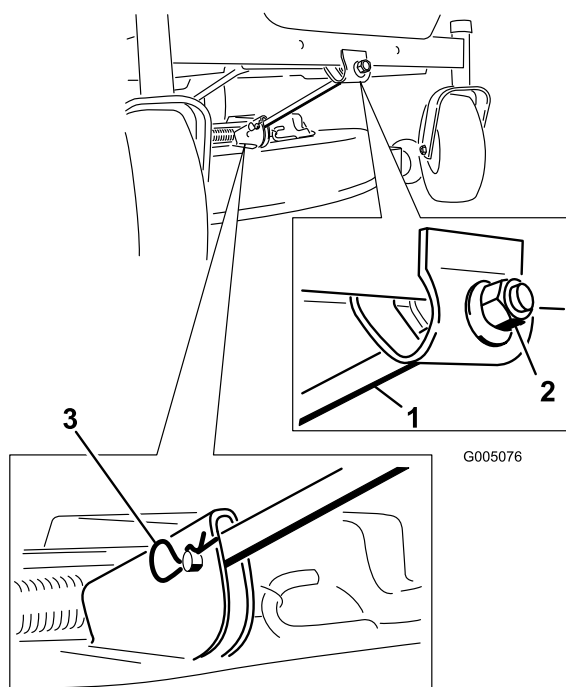

Figura 55
- Togliete la coppiglia a forcina e il perno con testa dall'asta di sostegno anteriore (Figura 55). Abbassate con cautela la parte anteriore del piatto di taglio fino al suolo.
6. Montate l'asta di sostegno anteriore sul piatto di taglio con il perno con testa e la coppiglia a forcina (Figura 55).